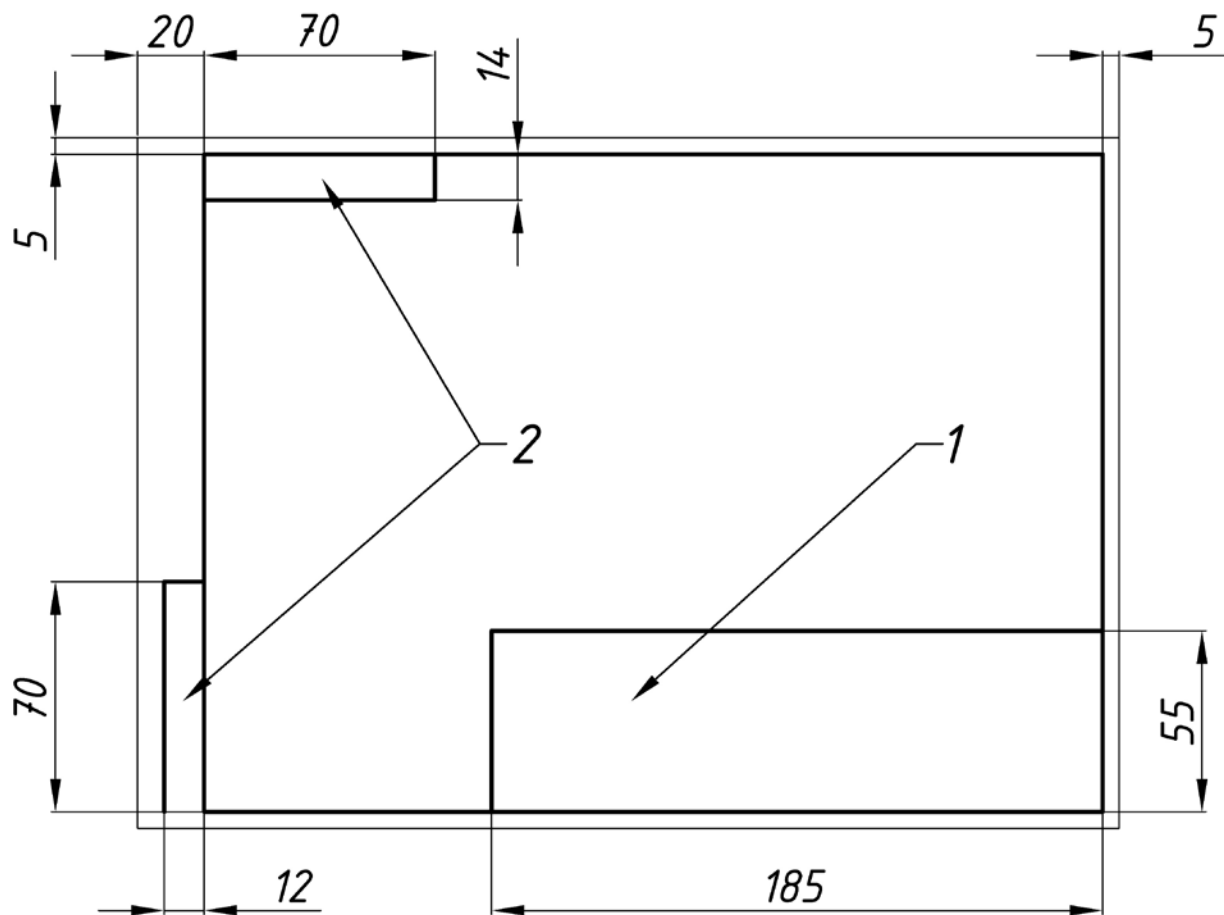

Рис. 2. Вигляд кутового штампу та додаткових граф на кресленні.
3. Креслення оформлюють особливою таблицею, яку наносять у внутрішньому полі формату зліва знизу – *кутовим штампом* (основний напис), а також додатковими графами (рис. 2). Стандартами встановлено форму, розміри, зміст, розташування граф основного напису, а також розміри рамок на кресленнях і схемах. Рамку і графи виконують суцільною основною лінією. Кутівий штамп, згідно стандартів, виконується суцільною товстою та суцільною тонкою лініями. Стандарти ліній описані у додатку 2, зразки ліній наведені у додатку 3.